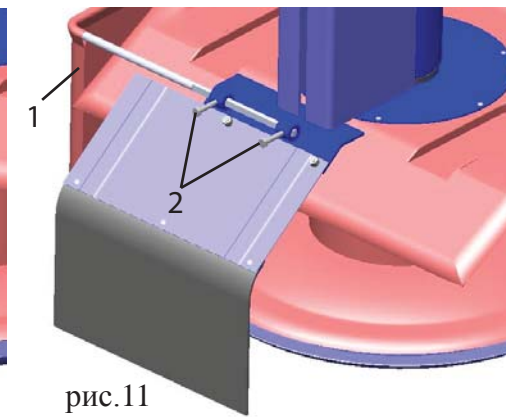

рис.11
6.4.1. Закрепить штору (1) на косилке с помощью двух болтов М8 (рис.11).